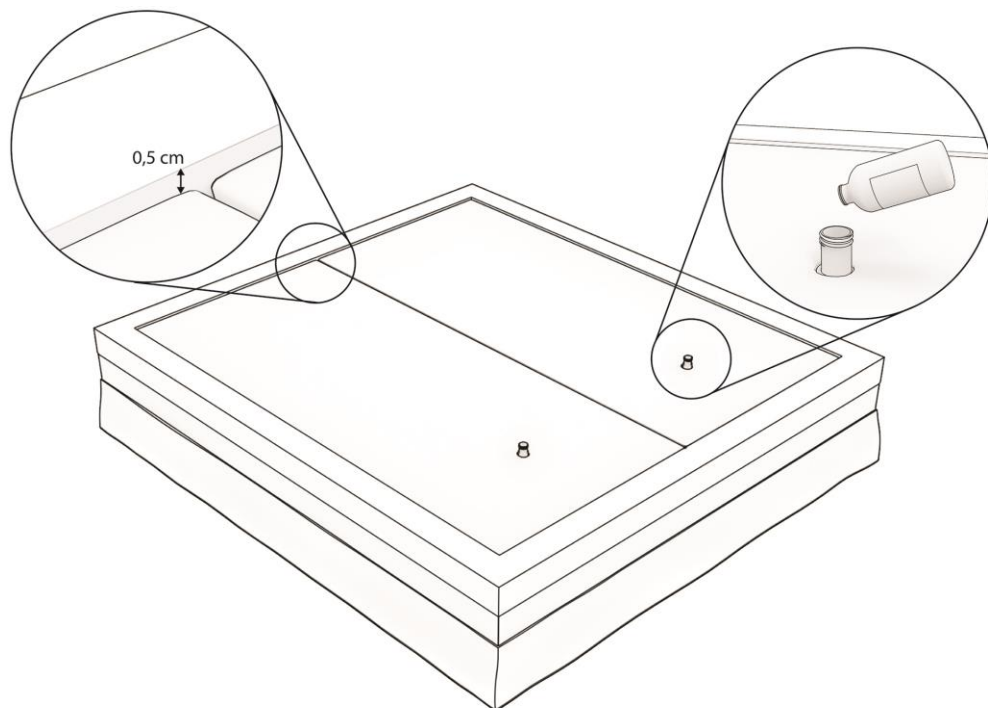

Abbildung 18: Wassermatratze bis 0,5 cm unterhalb des Schaumrandes gefüllt und in beiden Matratzen Konditionierer hinzugefügt
- ⚠ **Achtung:** Nachdem Sie die Matratze(n) gefüllt haben, müssen Sie den Wasserbett Konditionierer hinzufügen. Siehe Abbildung 18.
- ⚠ **Achtung:** Achten Sie beim Füllen darauf, dass alle Falten und Knicke in der Matratze zu den Ecken hin geglättet bzw. gedehnt werden, wie in Abbildung 18 dargestellt.
- ⚠ **Achtung:** Wenn Sie Ihr Bett zum ersten Mal füllen, ist es ratsam, die Matratze bis etwa 0,5 cm unter den Schaumstoffrand zu füllen. Siehe Abbildung 18.